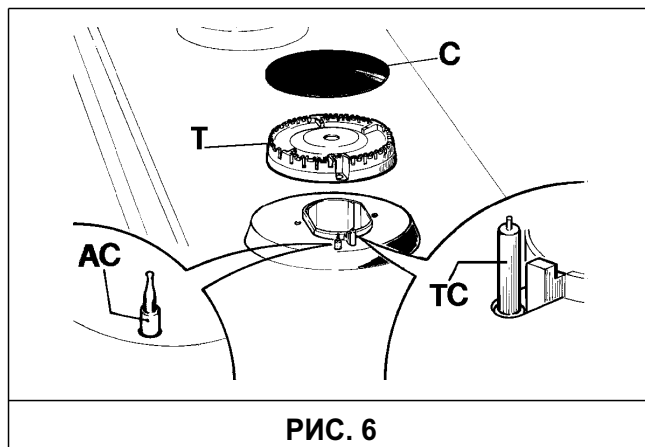

РИС. 6
Если Вы хотите, чтобы поверхность плиты всегда блестела, а все остальные детали всегда были в хорошем состоянии (решетки, эмалированные крышки конфорок "С" рассекатели конфорок „Т” - см. (рис. 6), очень важно мыть их губкой после каждого использования, используя теплую воду с мылом. Затем их следует вымыть чистой водой и вытереть насухо.
- *проверьте, чтобы отверстия рассекателей „Т” не были засорены (рис. 6).*
- *Проверьте, чтобы крышки конфорок „С” (рис. 6) были правильно установлены на своих местах. Правильно установленная крышка фиксируется на своем месте и не сдвигается.*